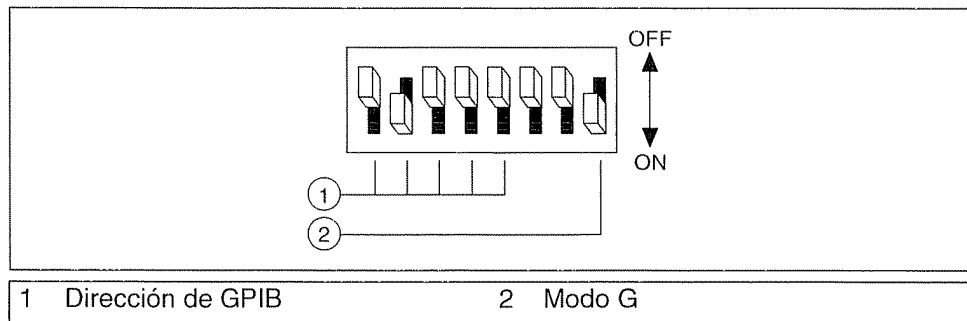

Figura 9-6. Ajustes de configuración GPIB para el simulador de instrumentos A de NI
- Configure el conjunto izquierdo de interruptores del lado del cuadro para que coincidan con la figura 9-6.